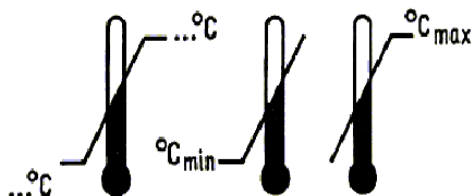

Рисунок 7
5.2 Допускается кратковременное увеличение влажности до 80% при температуре плюс 25°C без конденсации влаги, но суммарно не более 1 месяца за срок хранения. Упакованные ящики или коробки, подлежащие хранению в отапливаемых помещениях, должны иметь маркировку, указывающую диапазон температур, при которых следует хранить груз (рисунок 7).